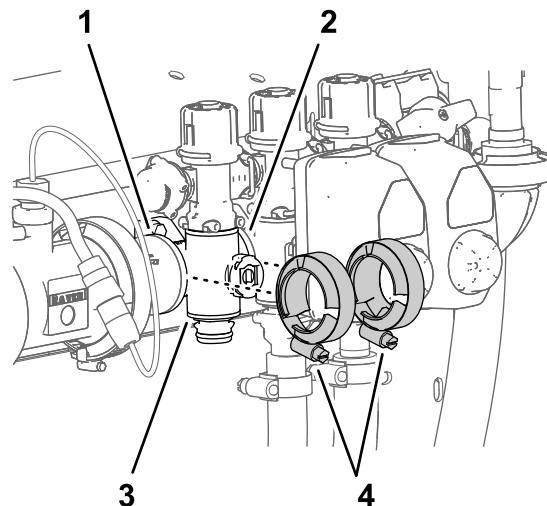

Figura 119
4. Monte provisionalmente las bridas de fijación que retiró en Retirada del distribuidor de sección \(página 85\) en las bridas del distribuidor de la válvula de sección y las bridas de las otras válvulas de sección y/o adaptadores de acoplamiento (Figura 119).
- Apriete las 2 bridas de fijación a mano (Figura 119).